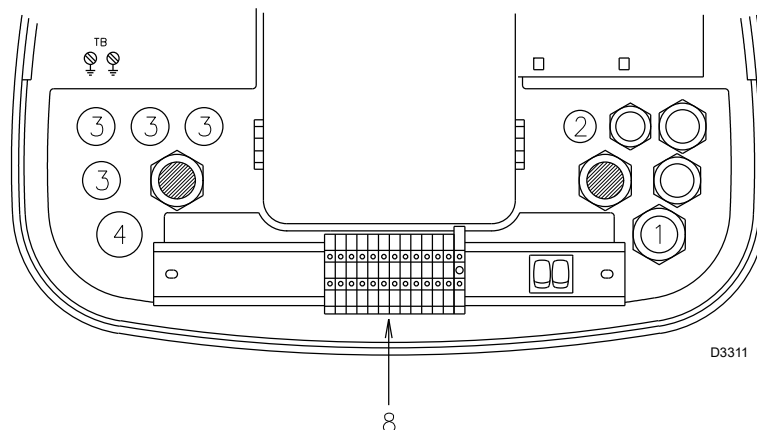

Fig. 14
- Todos os cabos a serem ligados à régua de bornes 8) do queimador (Fig. 14) devem passar pelo passacabos fornecido. Os passacabos e os furos predispostos podem ser utilizados de diversos modos.